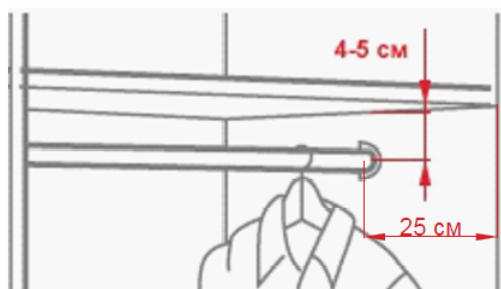

Рис.8 – Схема крепления штанги
7. Прикрепить к боковым стенкам (3,4) и перегородкам (6,7) держатели трубы овальной шурупами - саморезами 3,5x16 мм, в них вставить – трубу овальную сечением 30x15 (штангу) (с) исходя из рекомендованных параметров (Рис.8).